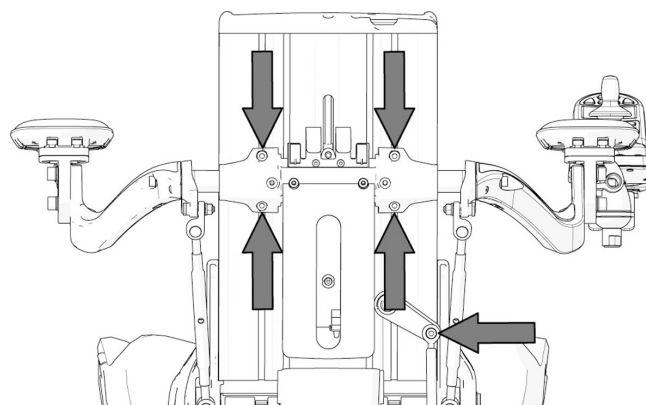

Bild 98. Armstöden sitter monterade med fyra skruvar. Leden för rygg-glidningsfunktionen sitter monterad med en skruv.
4. Demontera leden för rygg-glidningsfunktionen, den sitter monterad med en skruv. Se bild. 98.
5. Demontera de fyra skruvar som armstöden sitter monterade med. Se bild 98. Läggs sedan försiktigt armstöden nedåt/bakåt.